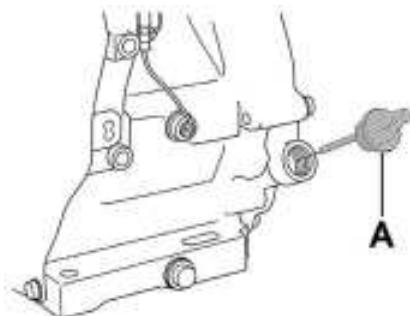

Рис. 4 Крышка-щуп маслозаливной горловины
- Выкрутите крышку-щуп (A) маслозаливной горловины и извлеките щуп (Рис. 4).